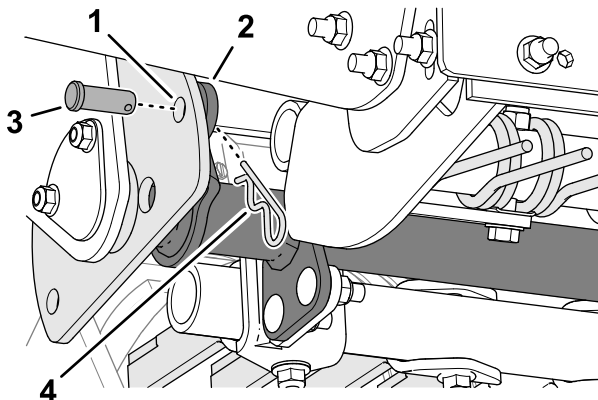

Figura 38
6. Alinee el orificio del brazo del apero combinado con el orificio de la placa de selección de ángulo (Figura 38).